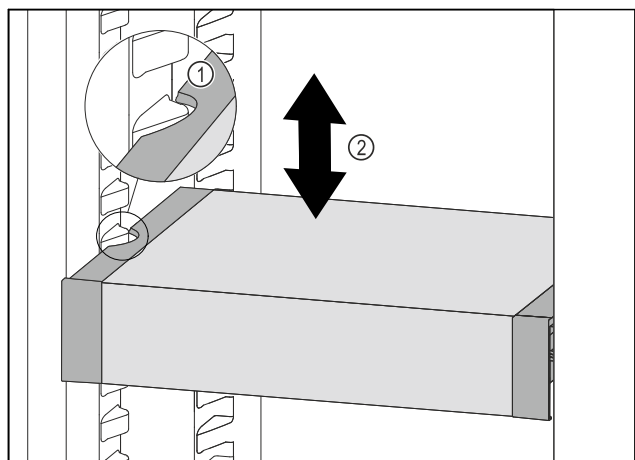

Fig. 103
- VarioSafe naar voren trekken tot de uitsparingen aan de zijkant van de VarioSafe zich ter hoogte van de rib in het koelgedeelte bevinden. Fig. 103 (1)
- VarioSafe in het koelgedeelte omhoog of omlaag bewegen tot de gewenste hoogte is bereikt. Fig. 103 (2)